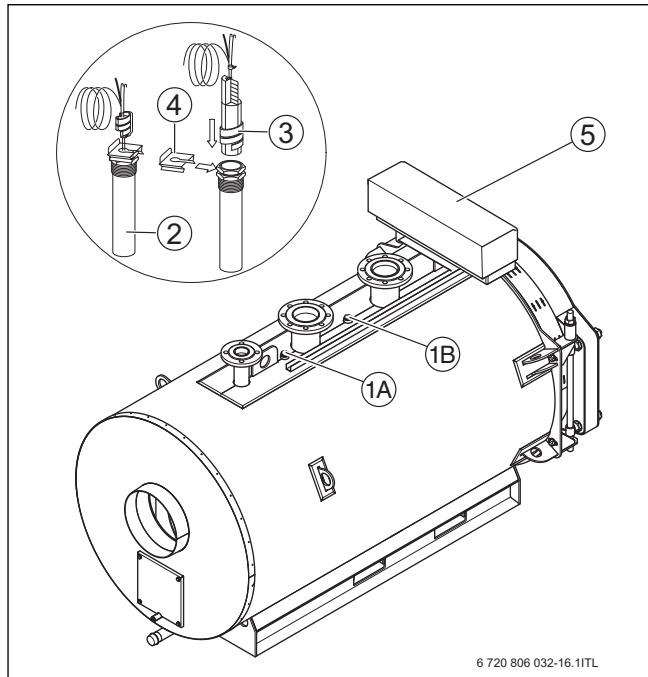
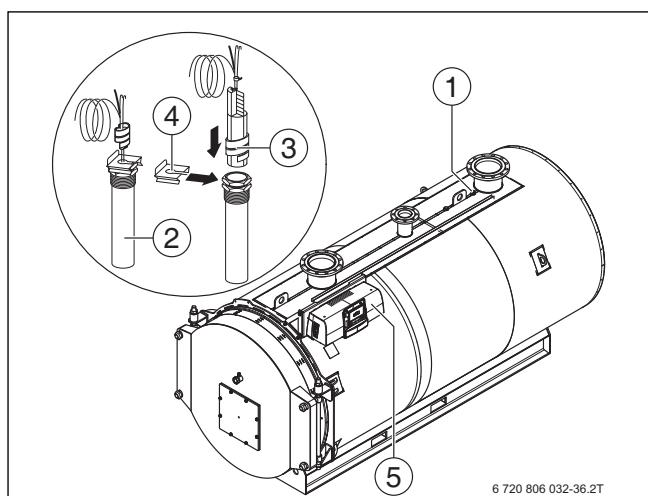

Рис. 26 Установка комплекта датчика температуры SK655/SK755
Рис. 27 Установка комплекта датчика температуры SK655/SK755
Датчики предохранительного ограничителя температуры (STB) и регулятора температуры (TR) **должны** устанавливаться в точке замера на верхней стороне котла ( $\rightarrow$  рис. 26 и рис. 27).
- ▶ Вставьте комплект датчика ( $\rightarrow$  рис. 26, стр. 25, [3]) до упора в гильзу [2].